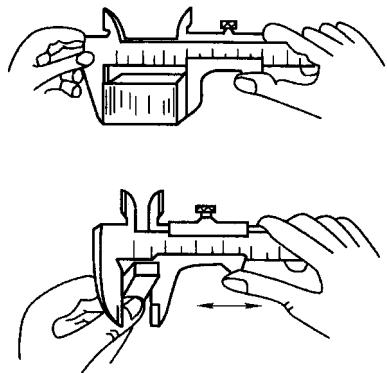

图 1-21 测量外形尺寸
(1) 测量外形尺寸 右手移动游标，使两外量爪张开到略大于被测尺寸。将尺身测量面贴紧工件，移动游标，使其量爪也紧靠工件，如图1-21所示。